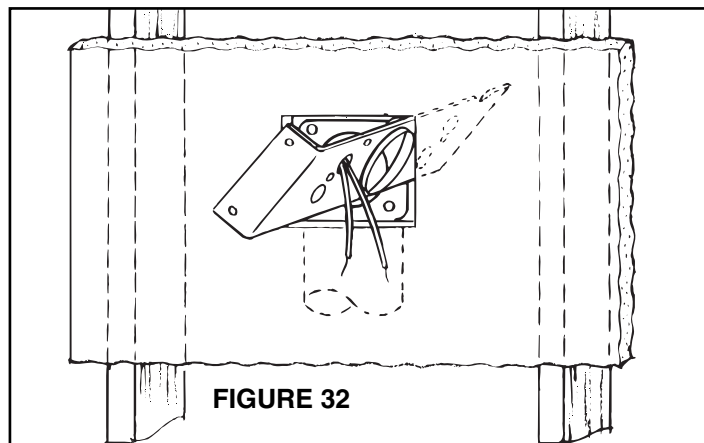

FIGURE 32
8. Retirez le cadre du support de montage. Tirez le câble de basse tension à travers le trou du support et insérez le support dans la découpe. Fixez le support au raccord à bride avec les quatre vis fournies. Assurez-vous que la soudure est sûre entre le raccord à bride et le support de montage (Figure 32).